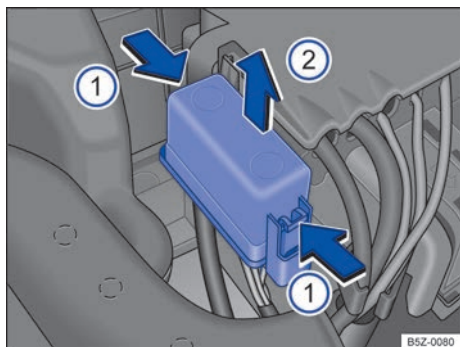

Fig. 162 No compartimento do motor: retirar cobertura da caixa de fusíveis.
- Pressionar as travas no sentido da seta ❶ para destravar a cobertura da caixa de fusíveis → Fig. 162.
- Remover a cobertura por cima ❷.
- Para a *instalação*, colocar a cobertura sobre a caixa de fusíveis. Pressionar a cobertura para baixo, no sentido contrário ao da seta ❷, até que trave de forma audível.